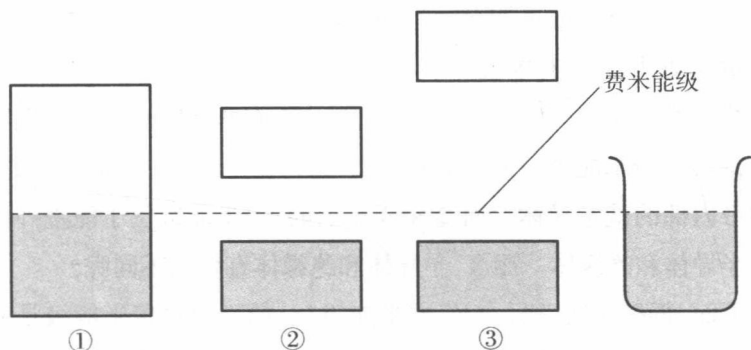
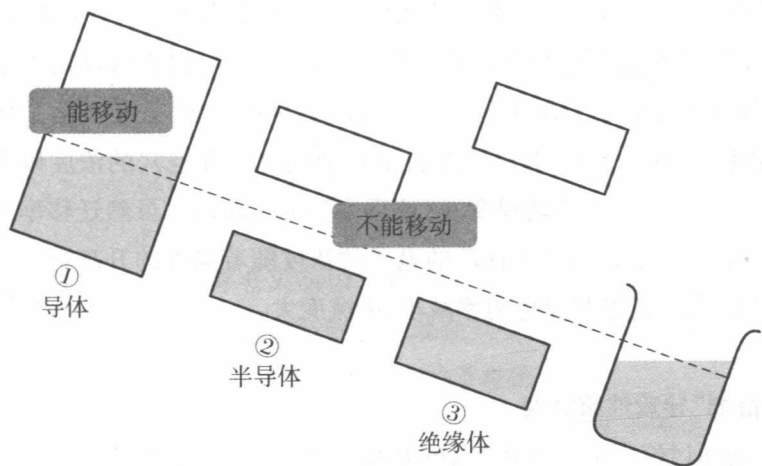

图 1.5 在三个能带中填充电子
图 1.6 在三个能带中填充电子并倾斜
如图 1.5 所示的三种能带。电子从能量低的位置开始, 按顺序填
电子的填充,就像往水槽里注水一样。按照图 1.5 所示,①电子填充到了能带的中间部分,而②和③则分别为充满电子的能带与没有电子的“空”的能带。
这里将能带看作水槽而将电子看作水,试着将图 1.5 倾斜过来看。大家也可想象着将水槽倾斜过来时的情形。这样就产生了图 1.6 的状况。水槽①的上方有空隙,水可以移动。但水槽②和③中充满着水,没有空隙,水不能移动。“倾斜”在这里就比喻为连接电池,施加电压。